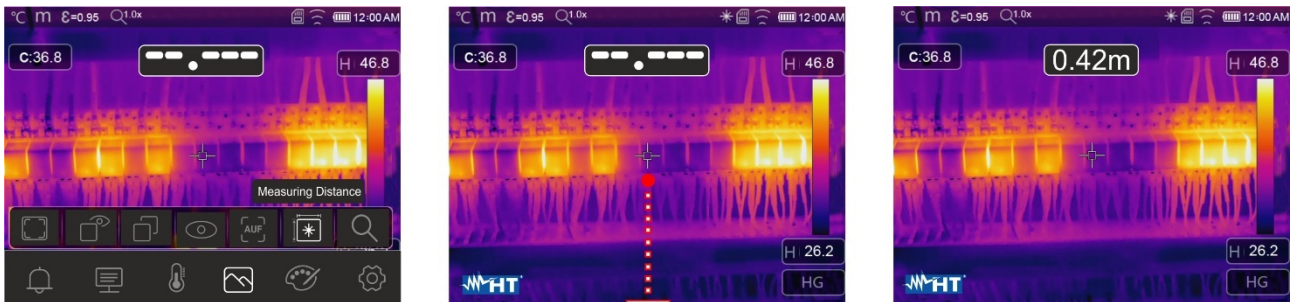

Fig. 38: Fonction de mesure de la distance avec un pointeur laser
4. Touchez l'icône «  » pour activer la mesure de la distance de l'instrument par rapport à l'objet encadré. La séquence des écrans d'affichage est indiquée dans la Fig. 38
5. Le pointeur laser (voir Fig. 2 – partie 3) s'allume et clignote par intermittence. La mesure de distance est toujours active sur l'instrument et le résultat est affiché dans la partie centrale supérieure de l'écran (voir Fig. 38 - partie droite). Déplacez l'instrument vers les positions où vous souhaitez prendre la mesure
6. Appuyez sur la touche (T) pour figer l'image et l'enregistrer dans la mémoire de l'instrument (voir § 4.2.5)